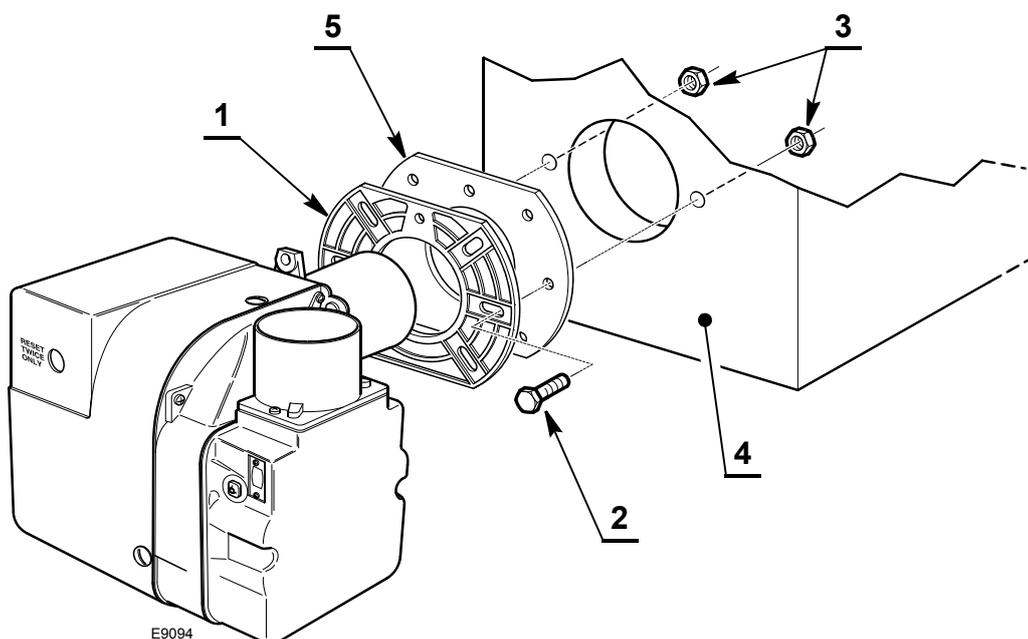

Fig. 7
- Fixer la bride 1) à l'appareil 4) en utilisant les boulons 2) et les écrous 3) fournis avec l'écran 5) à intercaler comme montré sur la Fig. 7.